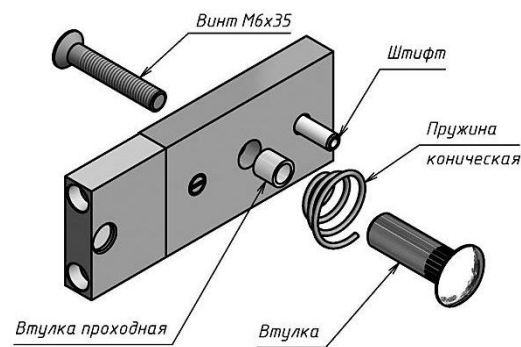

Рисунок 2 - Комплект крепления якоря
- винт М6х16 (потайн.) под ключ S4 (11).....	1 шт.
- якорь (12).....	1 шт.
- пружина коническая (13) (из комплекта крепления якоря).....	1 шт.
- пластина крепления якоря (14).....	1 шт.
- комплект крепления якоря (рисунок 2).....	1 шт.
- с помощью комплекта крепления якоря с отверстиями в двери для винта крепления якоря и фиксирующего штифта (рисунок 2);